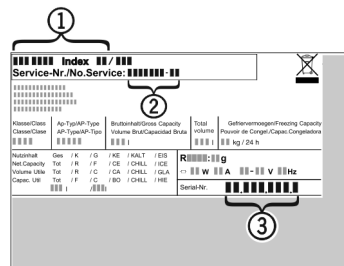

Fig. 14
- ▶ Denominación del aparato Fig. 14 (1), nº del servicio técnico Fig. 14 (2) y nº de serie Fig. 14 (3) en la placa de identificación. La placa de identificación se encuentra en la parte interior izquierda del aparato.
- ▶ Informe al servicio postventa e indique el fallo, la denominación del aparato Fig. 14 (1), el nº del servicio técnico Fig. 14 (2) y el nº de serie Fig. 14 (3).